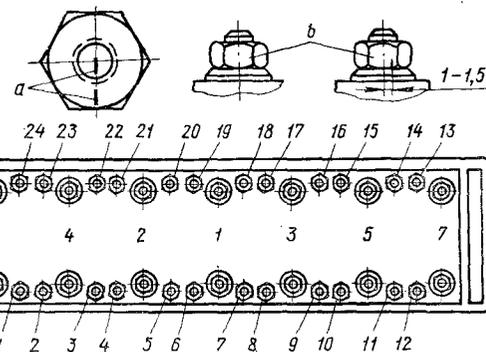

Рис. 111. Схема подтяжки шпилек анкерных и сшивных:
2) для правильности отсчета граней нанесите карандашом на всех анкерных шпильках и гайках метки, как указано на рис. 111, а;
3) подтяните все гайки в порядке, указанном на рис. 111, на 0,5...1 грань в зависимости от усилия, которого требует подтягивание;
4) для снятия напряжения скручивания в анкерных шпильках отверните все гайки после подтяжки на 3...5° или на 1...1,5 мм по меткам на гайках и шайбах (рис. 111, б).
Гайки сшивных шпилек затяните до отказа в два приема ключом с рукояткой длиной 250 мм в последовательности, указанной на рис. 111. Все гайки подтяните с одинаковым усилием. После подтяжки гайки сшивных шпилек отпустите на 2...3° для снятия напряжения скручивания в шпильках и обеспечения нормальной работы пружинных тарельчатых шайб.